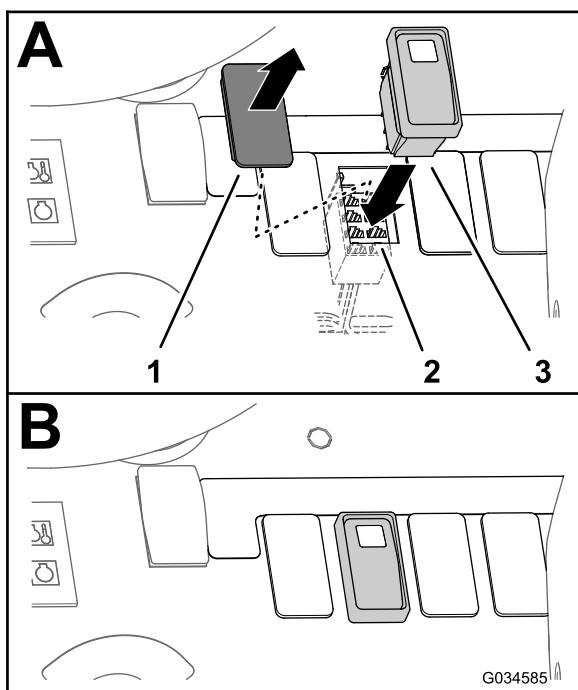
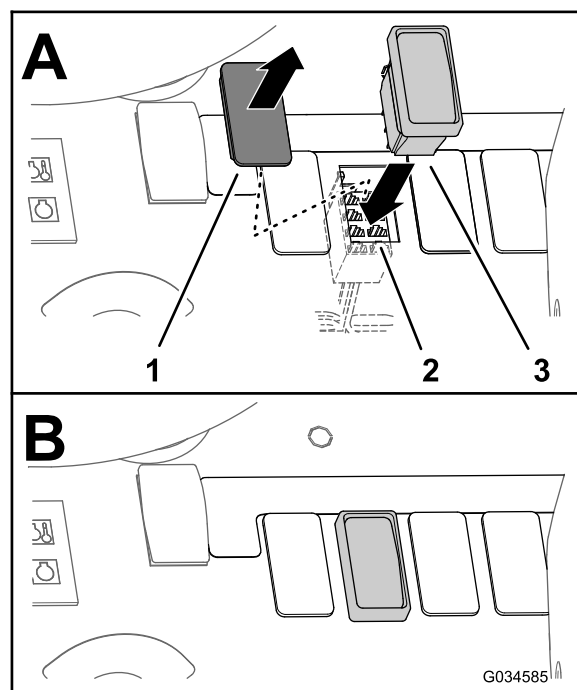

Рисунок 29
Рисунок 30
- Извлеките заглушку для переключателя промывочного бака из приборной панели (Рисунок 29 или Рисунок 30).
3. Проложите 8-гнездовой соединитель в направлении открытого отверстия в приборной панели (Рисунок 29 или Рисунок 30).
4. Подсоедините трехпозиционный переключатель к 8-гнездовому соединителю через приборную панель (Рисунок 29 или Рисунок 30).
5. Вставьте трехпозиционный переключатель в отверстие приборной панели так, чтобы защелка на переключателе надежно зафиксировала его в приборной панели (Рисунок 29 и Рисунок 30).